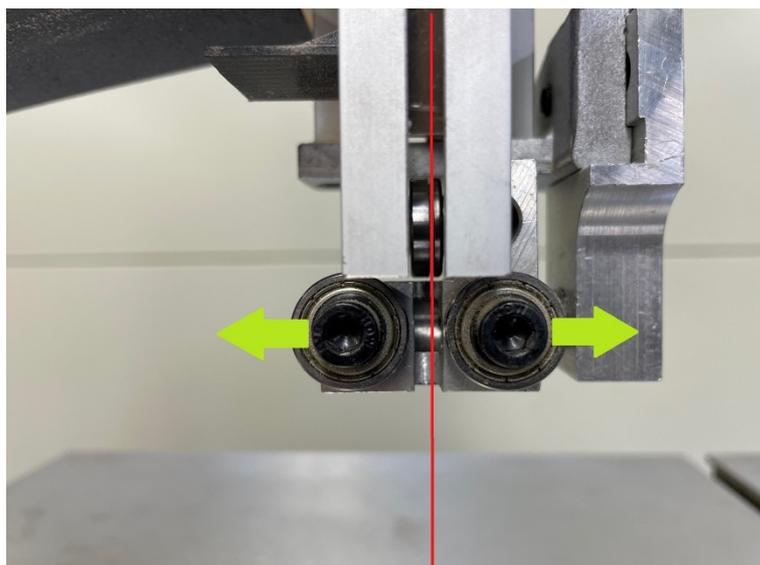

Figure 7
- Visser le roulement sur le guide, puis écarter les roulements latéraux (Fig 7)